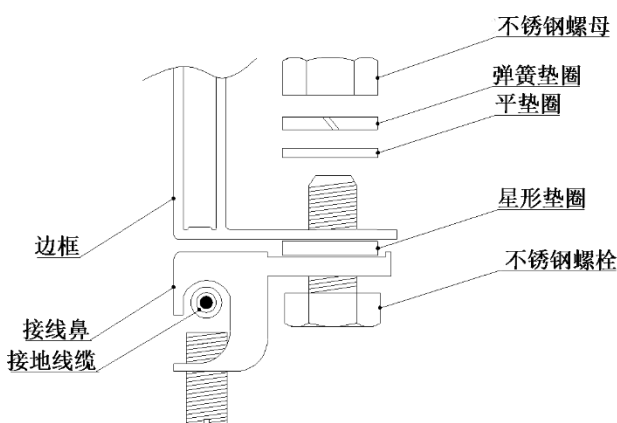

图24 接线鼻配合螺栓安装示意图
- 使用接线鼻配合螺栓安装：首先将接地电缆头剥线合适的长度，剥线过程中注意不要损伤金属线芯，并将剥过线的接地电缆线头插入接线鼻的插口内，再将紧固螺钉拧紧，使用不锈钢螺栓和连接件将接线鼻连接到铝边框上，安装示意图见图 24。